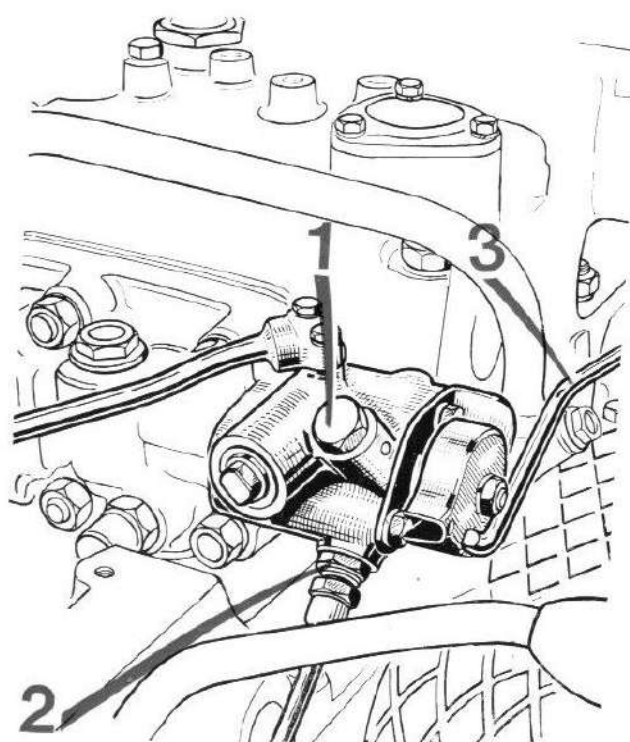

FIG. 67
b) branchement double effet (fig. 67) :